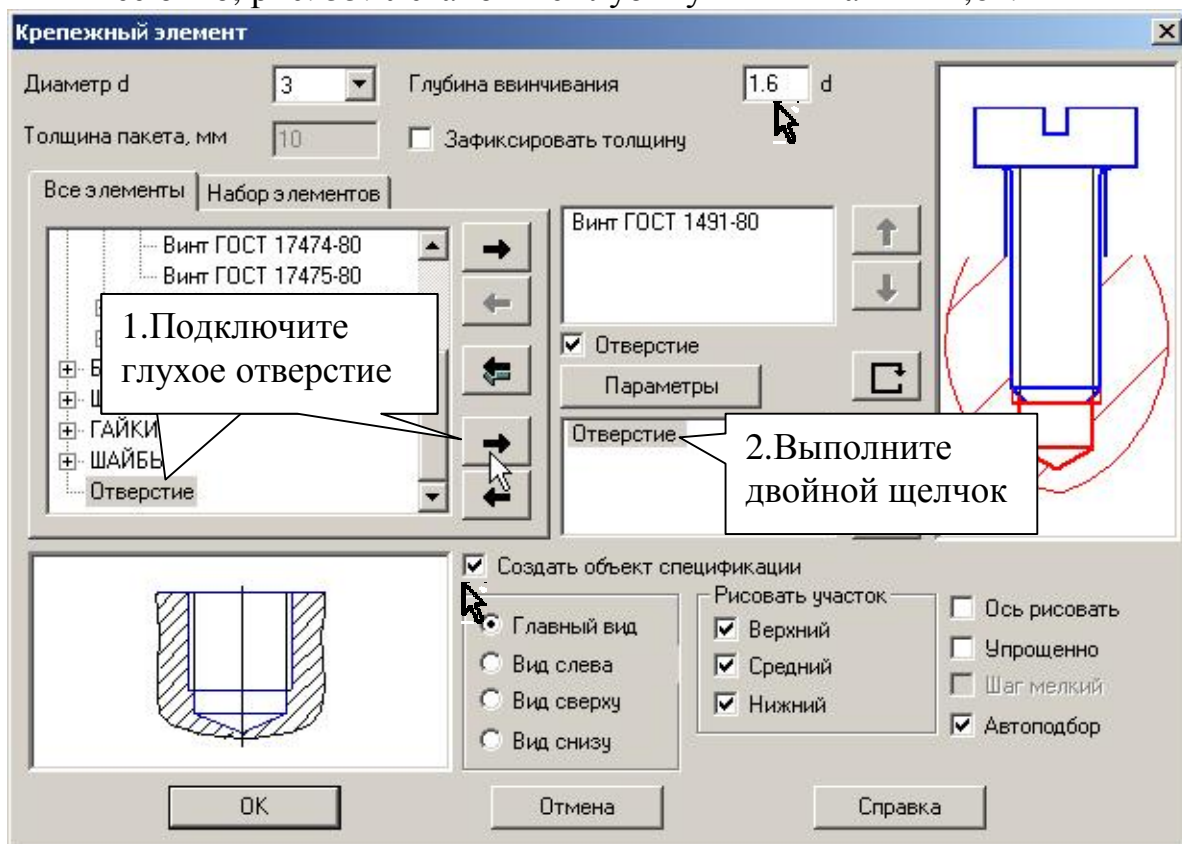
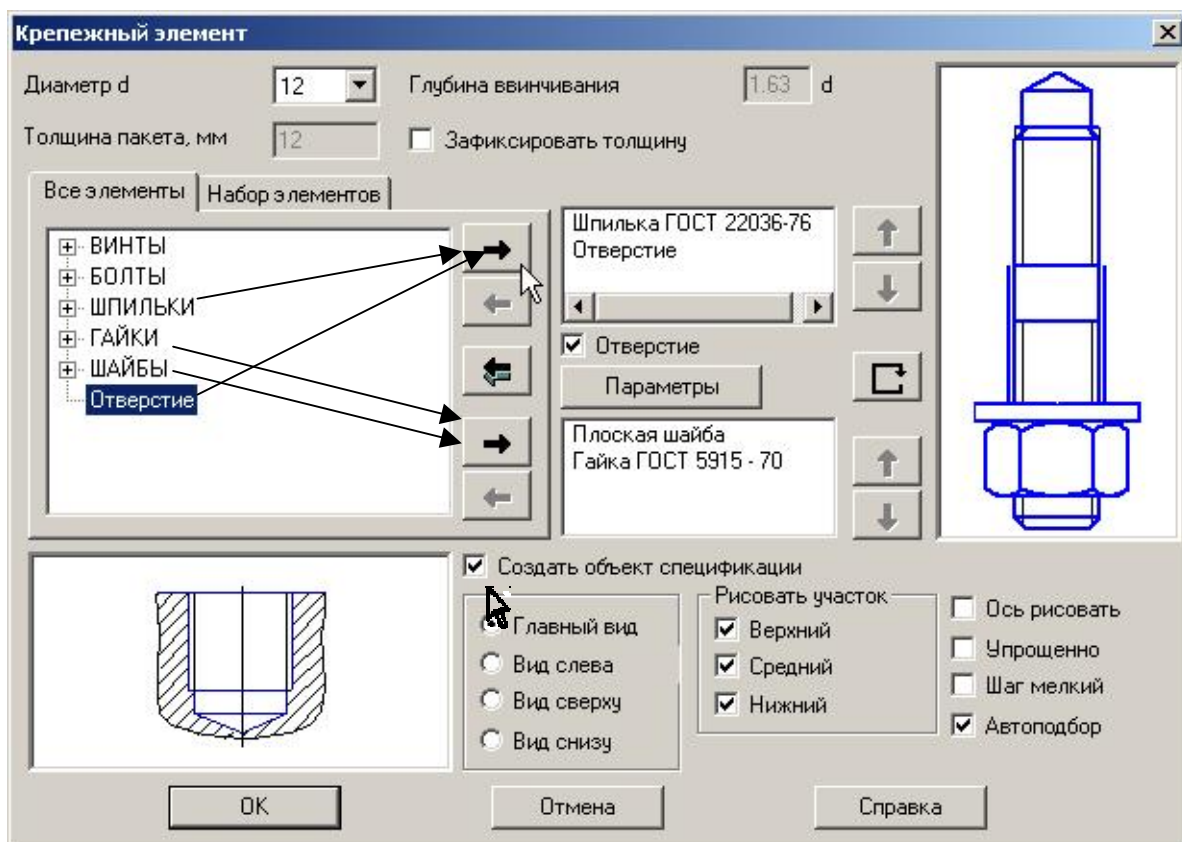
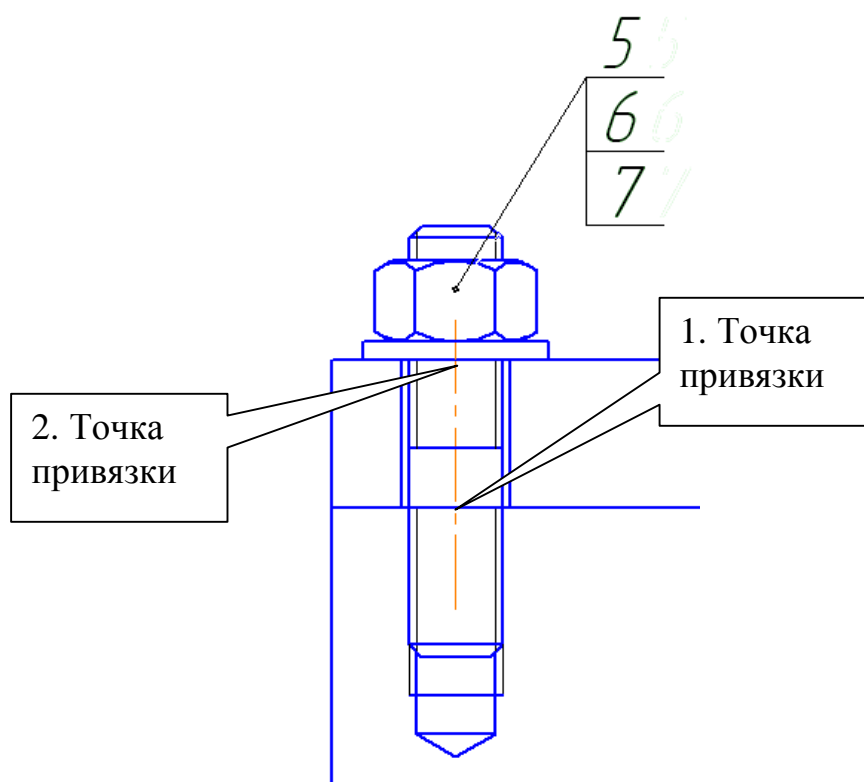

Рис. 55
Рис. 58
Рис. 59
- 2) Для выполнения винтового соединения включите команду **Крепежный элемент**, выберите винт соответствующего стандарта, установите значение диаметра «3». Подключите глухое отверстие, переместив его в нижнее окно, рис. 55. Установите глубину ввинчивания «1,6».
- 3) Выполните шпильчное соединение. Включите команду **Крепежный элемент**. Выберите шпильку указанного стандарта (шпилька данного стандарта вворачивается в деталь, изготовленную из чугуна). Проставьте диаметр шпильки «12». Подключите глухое отверстие и удалите вырыв так же, как и для винтового соединения, рис. 55, 56. Проставьте маркеры на командах **Отверстие**, **Создать объект спецификации**, **Автоподбор**, отключите маркер у команды **Ось рисовать**, рис. 58. Зафиксируйте точки привязки на чертеже, рис. 59. Проставьте номера позиций аналогично простановке номеров позиций в болтовом соединении.